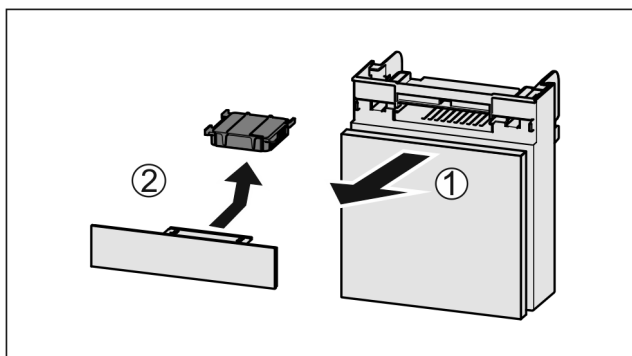

Fig. 43
- ▶ Lade vanaf de voorkant eruit trekken Fig. 43 (1).
- ▶ Actiefkoolfilter verwijderen Fig. 43 (2).